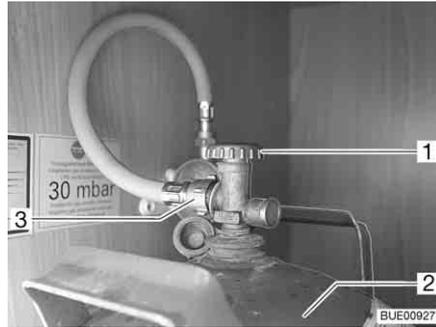

Fig. 140 Compartiment à gaz
- Fermer le robinet principal (Fig. 140,1) de la bouteille de gaz (Fig. 140,2). Observer le sens de la flèche.
- Dévisser à la main la lyre (Fig. 140,3) de la bouteille de gaz (filetage à gauche).